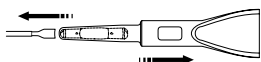

Fig. 15
9. Dra ICL-en eller TICL-en sakte inn i sylindern mens du beveger patronen i motsatt retning. Observer ICL-ens eller TICL-ens posisjoneringsmerker på begge sider av optikken for å bekrefte innretning mens du fører frem ICL-en eller TICL-en. Fortsett denne prosessen til ICL-en eller TICL-en er plassert i patronen slik at den fremre kanten er ved siden av patronens ende. Slipp ICL-en eller TICL-en og fjern tangen. (Fig. 15)